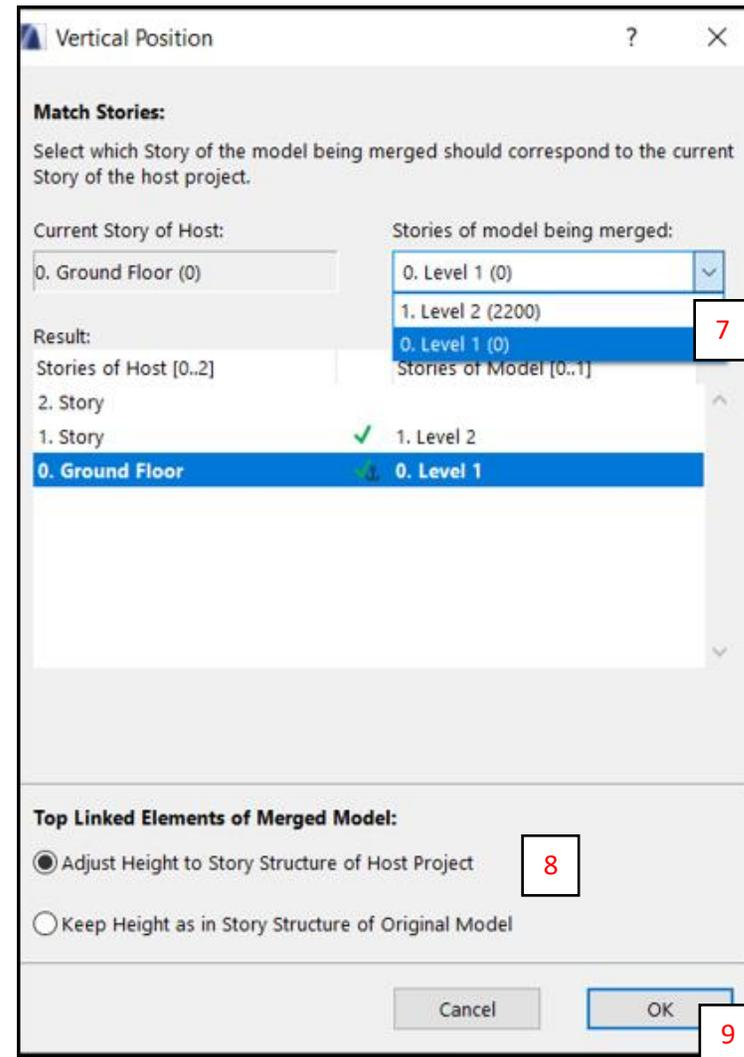

**Fig. 7**
- A. Ir a **File** (1) > **Interoperability** (2) > **Merge** (3). (Fig. 7)
- B. Se abrirá la ventana "Merge File". Seleccionar **Module File** (4) en el tipo de archivo, y luego elegir el archivo mod. de la solución constructiva creado anteriormente (5) y presionar el botón **Abrir** (6). (Fig. 7)